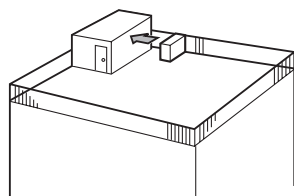

Fig. 2-3
- Поставете изхода за въздух ориентиран към най-близката стена на разстояние от около 50 cm. (Fig. 2-3)